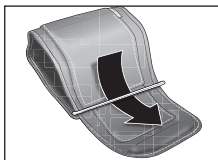
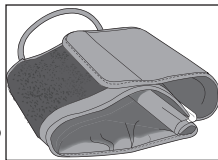

Fig. 1
Fig. 2
2. Con las palabras en el interior del manguito, pase el extremo del manguito a través de la barra metálica, Fig. 1. El extremo del manguito debe poder doblarse sobre sí mismo para fijarlo con el cierre de velcro, Fig. 2.
3. Apoye el codo en una superficie sólida con la palma de la mano hacia arriba. Eleve el brazo de modo que el manguito esté al mismo nivel que el corazón, Fig. 1. Relaje la mano izquierda.